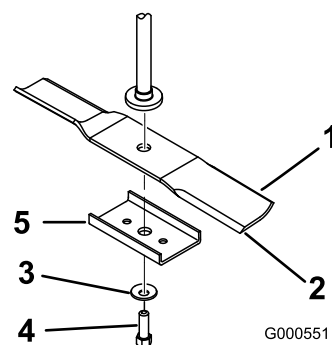

Figura 40
Tenete l'estremità della lama con un cencio o un guanto bene imbottito. Togliete il bullone, la rondella curva, il rinforzo della lama e quest'ultima dall'asse del fusello (Figura 40).
1. Montate la lama sull'asse del fusello (Figura 40).
2. Montate il rinforzo della lama, la rondella curva (lato concavo verso la lama) ed il bullone della lama (Figura 40).